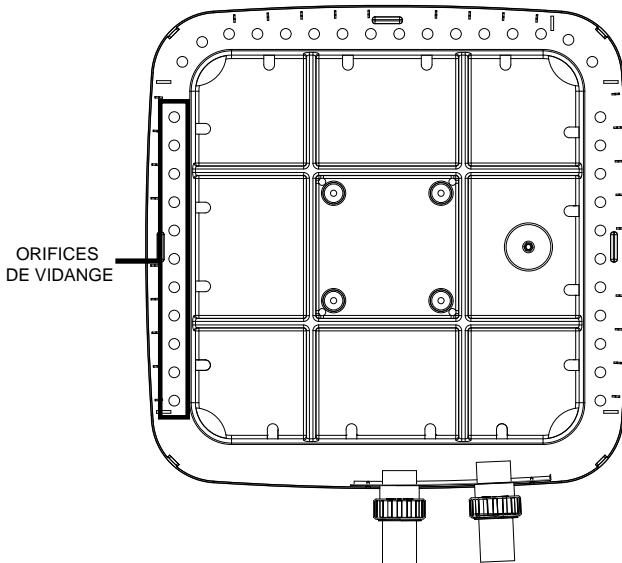

Figure 60. Orifices de vidange de la condensation
1. Assurez-vous régulièrement que les orifices de vidange de condensation de la base sont libres de toute obstruction pouvant prévenir l'écoulement de la condensation. Voir la Figure 60 pour connaître l'emplacement des orifices de vidange de la condensation.